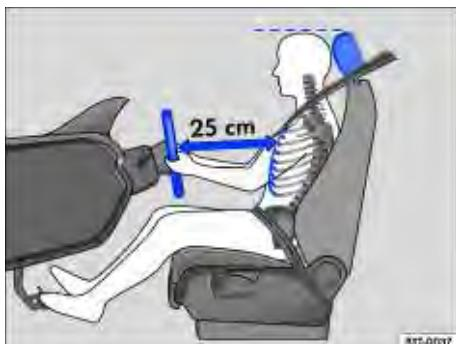

Fig. 36 A distância correta entre o condutor e o volante deve ser de, no mínimo, 25 cm.
- Ajustar o banco de modo que a distância entre ele e o tórax tenha no mínimo 25 cm ⇒ Fig. 36 e que o condutor possa segurar o volante pela borda externa com as duas mãos e os braços ligeiramente dobrados.
- Para os bancos com apoio para cabeça: ajustar o apoio para cabeça de modo que a sua borda superior se encontre preferencialmente na mesma linha da parte superior da cabeça ⇒ Fig. 36 e ⇒ Fig. 37 – porém não abaixo da altura dos olhos. Posicionar a parte posterior da cabeça o mais próximo do apoio para cabeça.